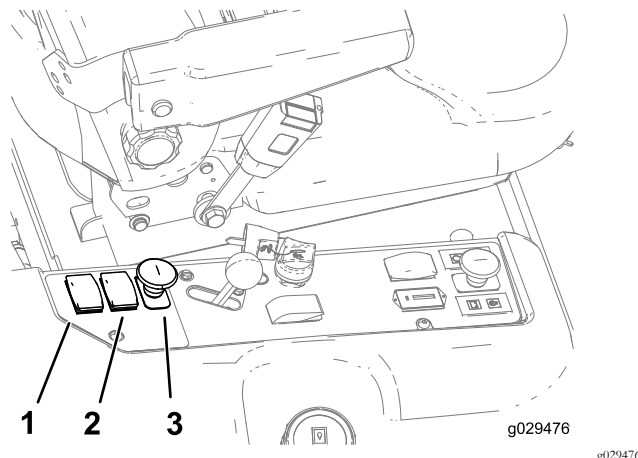

Figura 15
6. Spingete l'interruttore di sollevamento per sollevare la tramoggia (Figura 15).
7. Spingete l'interruttore dello sportello per aprire lo sportello della tramoggia (Figura 15).